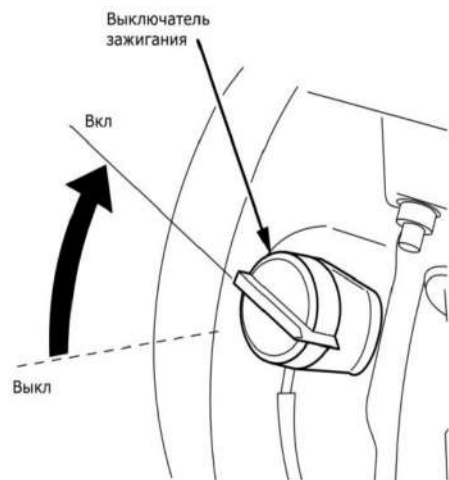

Рис. 9
- Поставьте выключатель зажигания в положение «ВКЛ» (рис. 9).